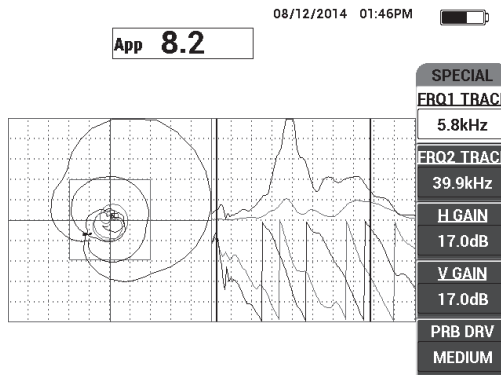

Рис. 6-59 Спектральное отображение частоты (с правой стороны экрана)
5. Медленно просканируйте зону дефектов, отслеживая частотный спектр (справа), в частности амплитуду (справа вверху) [см. Рис. 6-59 на стр. 178].